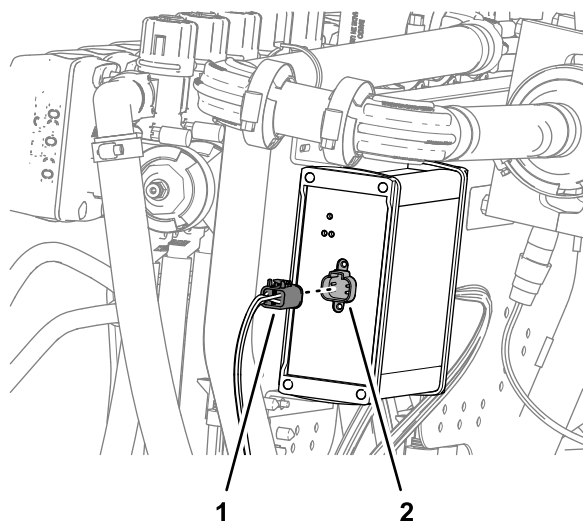

Figura 134
4. Inserte el conector hembra de 4 vías marcado TO ASC 10 en el conector de 4 pines del controlador de fumigación ASC 10 (Figura 134).